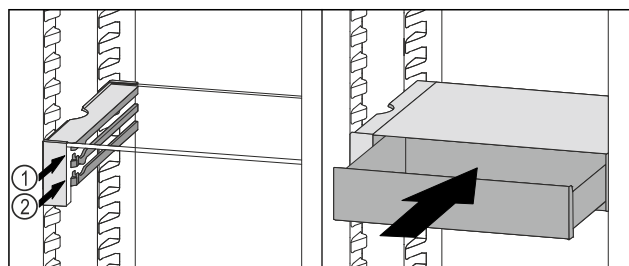

Fig. 134
- Nasaďte zásuvku VarioSafe za zářáčky na požadovaném žebro Fig. 134 (1) nebo Fig. 134 (2).